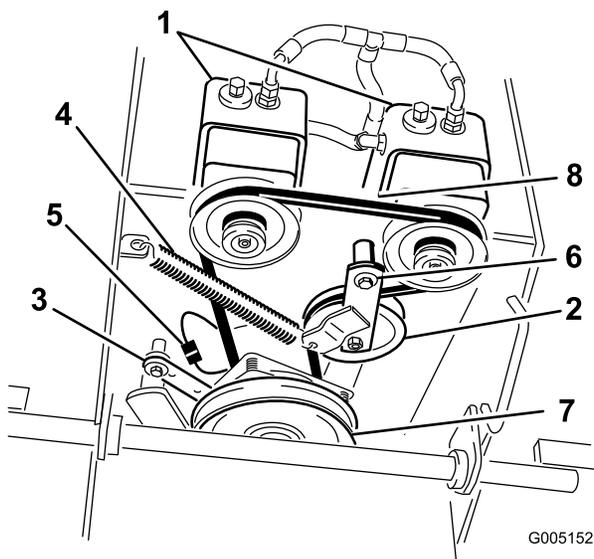

Figure 40
6. Détachez le dispositif de retenue de l'embrayage du plancher moteur (Figure 40).
7. Décrochez le ressort de la poulie de tension du cadre (Figure 40).
9. Placez le ressort de tension entre le bras de la poulie de tension et la patte du bâti (Figure 40).
10. Reposez le dispositif de retenue de l'embrayage sur le plancher moteur (Figure 40).